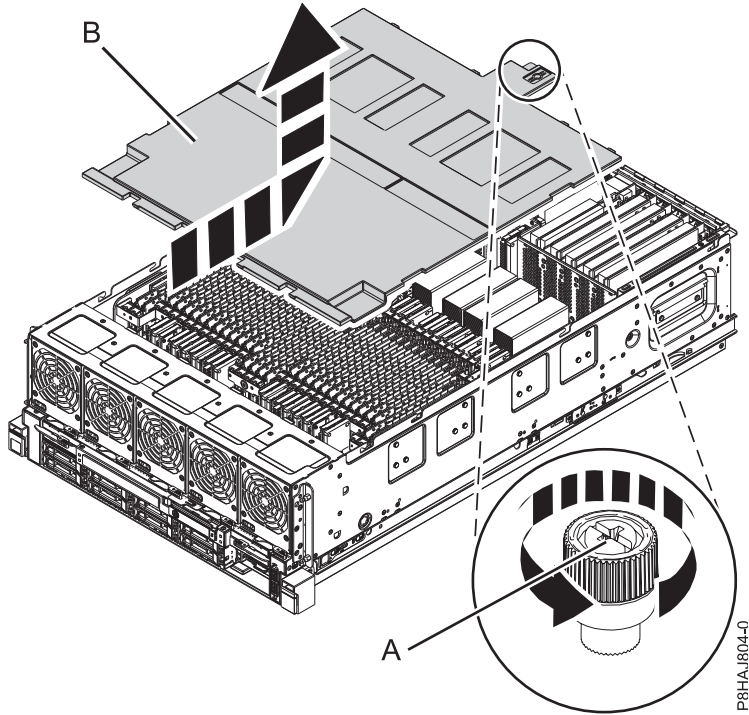

Figura 35. Extracción de la cubierta de seguridad
2. Afloje el tornillo de mano (**A**) situado en la parte posterior de la cubierta, girándolo en la dirección que se muestra en la Figura 35 en la página 56.